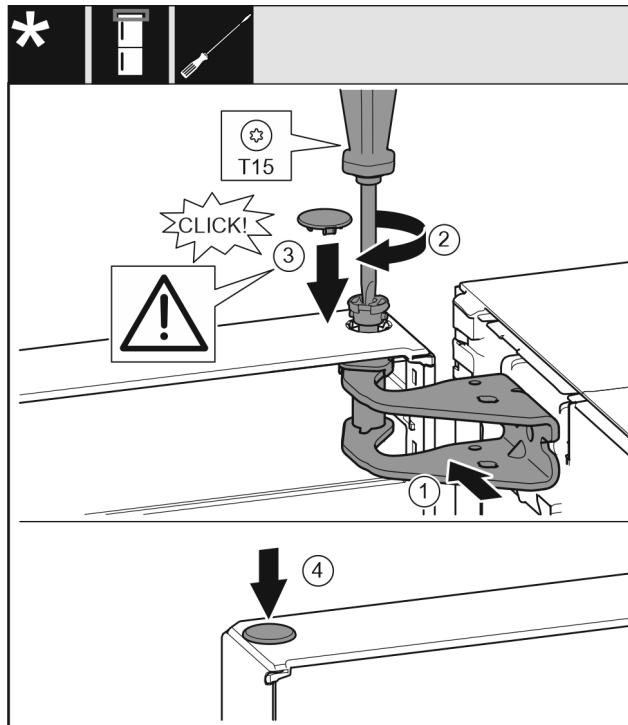

Fig. 19
- ▶ Регулирайте вратата горе спрямо отвора в лагерната стойка. Fig. 19 (1)
- ▶ Поставете болта и затегнете здраво с отвертка T15. Fig. 19 (2)
- Монтаж на предпазния капак за осигуряване на вратата: Поставете предпазния капак и проверете дали той е допрян до вратата. В противен случай поставете изцяло болта. Fig. 19 (3)
- Поставете тапата. Fig. 19 (4)